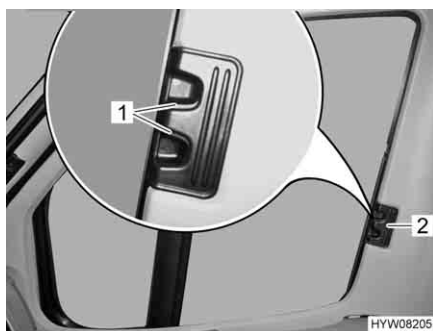
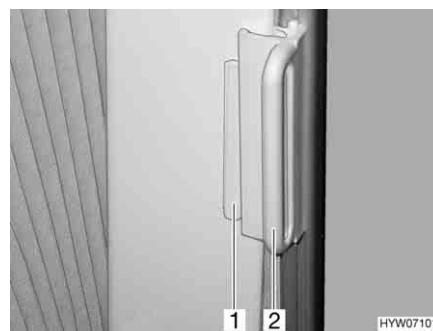

Fig. 42 Tendina oscurante pieghevole per il finestrino del conducente/passeggero
Fig. 43 Tendine oscuranti pieghevoli per il finestrino del conducente/passeggero (alternativa)
- Comprimere le levette di bloccaggio (Fig. 42,1) e mantenerle in questa posizione.
- Con la levetta (Fig. 42,2 o Fig. 43,2) tirare le tendine oscuranti pieghevoli per il finestrino del guidatore e del passeggero verso l'altro lato della finestra e congiungerle alle strisce magnetiche.
- A seconda del tipo di tendina oscurante, premere e tenere premute le levette di bloccaggio (Fig. 42,1).
- Inserire fino all'arresto le tendine oscuranti pieghevoli per il finestrino del guidatore e del passeggero per la maniglia (Fig. 42,2 o Fig. 43,2).
- Rilasciare le levette di bloccaggio (Fig. 42,1) e farle innestare, oppure spingere l'impugnatura (Fig. 43,2) fino al sopralzo (Fig. 43,1).